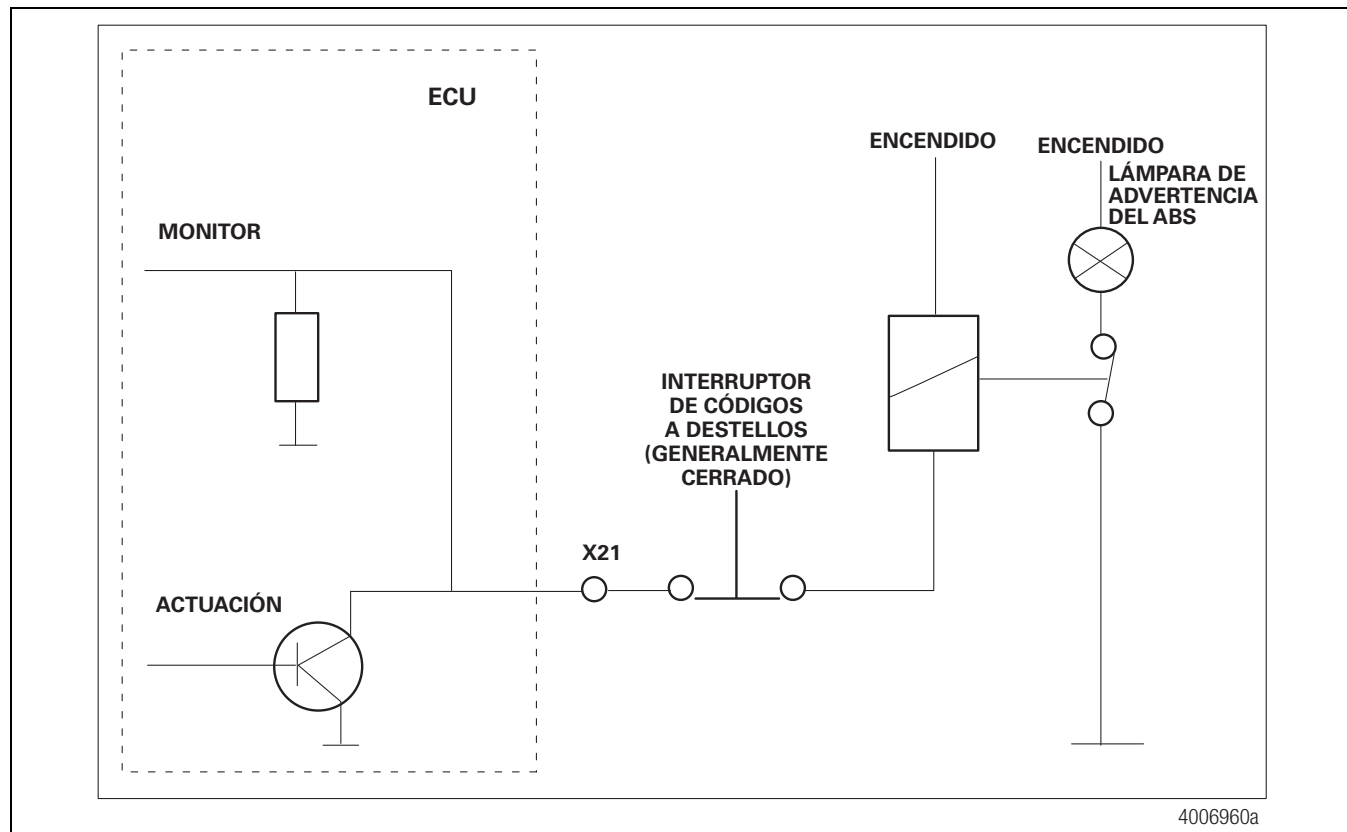

Figura 2.8
1. Diagrama de Cableado (Figura 2.8)